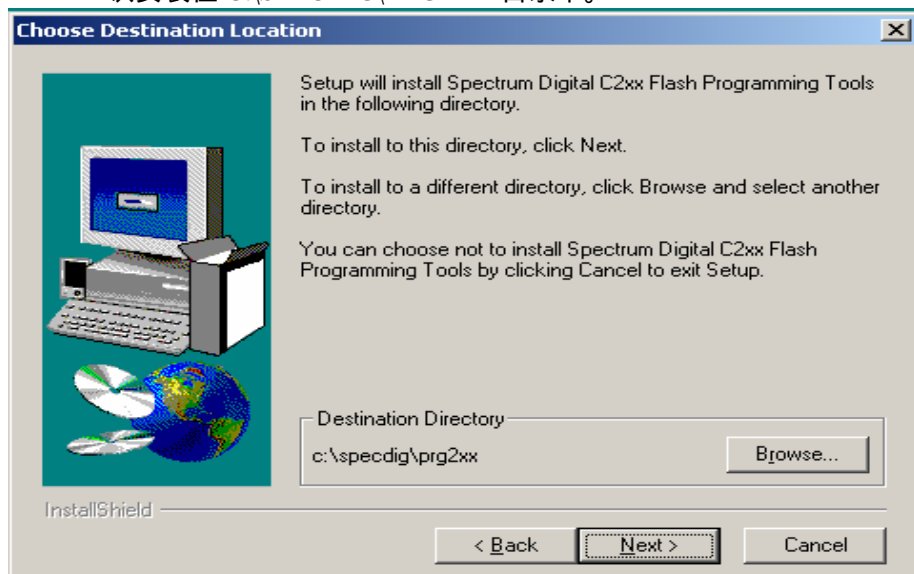

图 5.2 F240/F206 烧写 FLASH 安装 2
B. 点击 NEXT 后，到图 5.2 步骤，可以修改烧写程序的安装路径，默认安装在 C:\SPECDIG\PRG2XX 目录下。